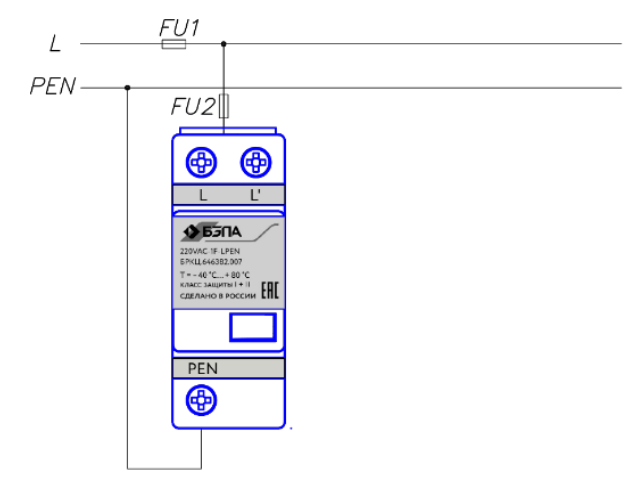

Рисунок 6 – Подключение УЗИП по параллельной схеме
1.5.4 Подключение УЗИП по параллельной схеме показано на рис. 6. Защитный предохранитель FU1 устанавливается на вводе в электроустановку. Номинал защитного предохранителя FU2 = 315 А gG, устанавливается при FU1 > 315 А gG.